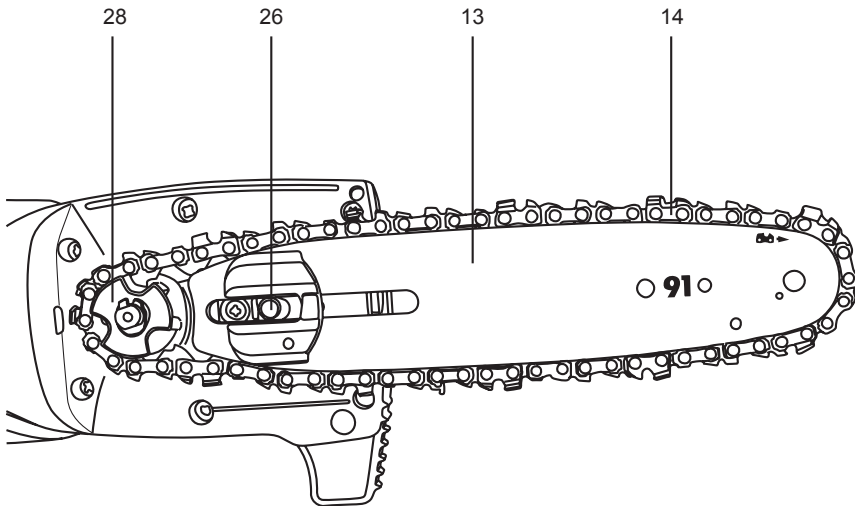

Fig. 7
5. Alinee el conjunto de cadena (14) y espada (13) con el engranaje de transmisión (28) y el perno de montaje (26). Coloque la cadena (14) alrededor del engranaje de transmisión (28) y, a continuación, baje la espada (13) para instalarla en el perno de montaje (26). (Fig.7)